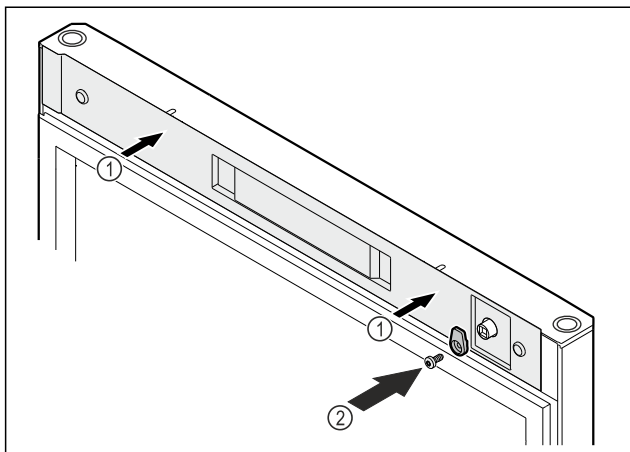

Fig. 54
- Sätt på skyddet Fig. 54 (1).
- Skruva fast låskroken Fig. 54 (2).